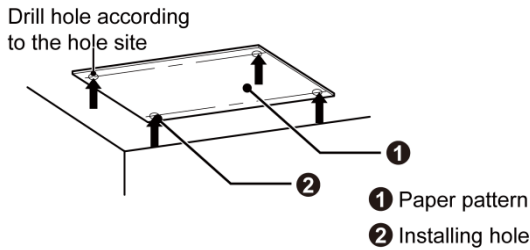
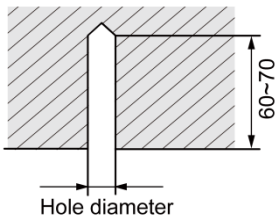

Fig.4.1.3
Fig.4.1.4
1) Pegue la plantilla de cartón de referencia en la posición de instalación; perforo 4 orificios según la ubicación indicada en la plantilla, como se muestra en la Fig.4.1.3; el diámetro del orificio debe corresponder al diámetro del perno de expansión, con una profundidad de 60-70 mm, como se muestra en la Fig.4.1.4.